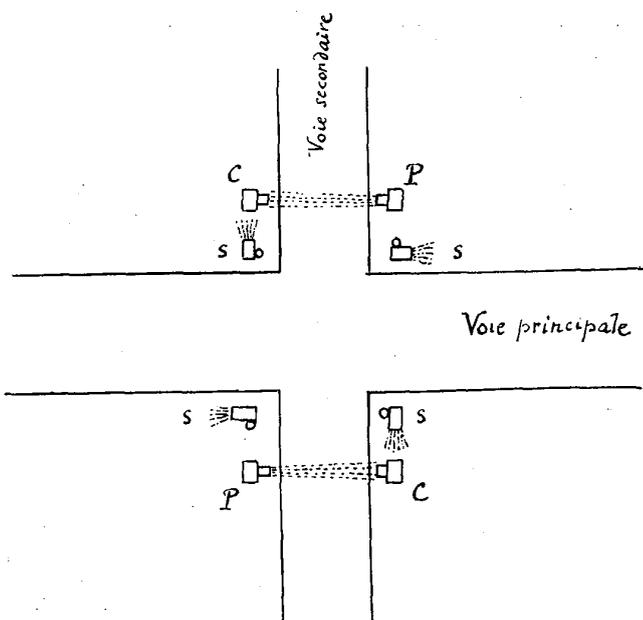

Fig. 10. — Dispositif de signalisation à l'intersection de deux voies d'inégale importance.
(1) Voir l'exposé de M. G. Liandrat, dans le même Recueil.
(2) Engineering, t. CXXXIV, 1932, p. 165-166.
4° *Signalisation. Contrôle de la circulation.* — Le problème de la signalisation lumineuse à l'intersection de deux rues d'inégale importance est particulièrement difficile à résoudre logiquement lorsque la circulation sur les deux voies varie considérablement au cours de la journée. Il en est ainsi, par exemple, quand le rapport du nombre des véhicules varie de 3/1 à 50/1. Dans ce cas, il est préférable de maintenir, en régime normal, les signaux lumineux permettant le passage (aux Etats-Unis, feux verts) sur la voie principale (1). Lorsqu'une voiture arrive par la voie secondaire et se présente pour franchir le croisement, elle ralentit ou s'arrête, et intercepte ainsi pendant plusieurs secondes un faisceau lumineux barrant la route et tombant sur une cellule photo-électrique (fig. 10). Au moyen d'un relais à action retardée, on déclenche ainsi le fonctionnement d'un contrôleur de trafic à moteur qui, agissant sur les signaux lumineux, arrête la circulation sur la voie principale et libère le passage sur la voie secondaire. Ce contrôleur à moteur, fonctionnant d'une manière continue, produirait une alternance des signaux lumineux au rythme suivant : passage libre (feu vert) sur la voie principale : 42 secondes ; annonce du changement prochain (signal ambré) : 3 sec. ; interdiction de la voie principale (feu rouge) : 12 sec., etc. Mais il s'arrête automatiquement lorsque le trafic a complètement cessé sur la voie secondaire. Enfin, lorsqu'une voiture tourne simplement de la voie secondaire dans la voie principale en traversant rapidement le barrage lumineux, il n'en résulte aucune action sur le relais à retardement et la voie principale demeure libre.